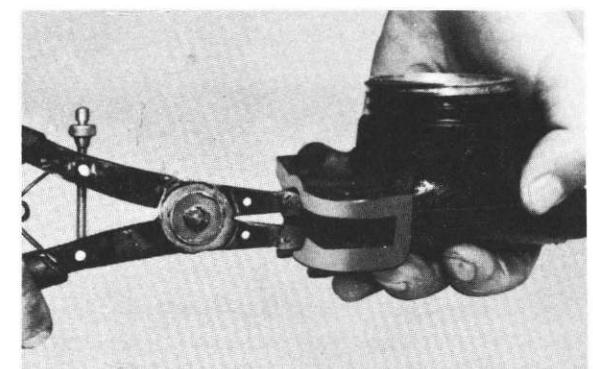

Fig. 5-3-24
- 7) Remove the snap ring with clip pliers. (Fig. 5-3-24)
- 7) Enlever le circlip à l'aide de la pince à circlips. (Fig. 5-3-24)
- 7) Sprengring mit Seegerringzange (Nadelzange) demontieren. (Abb. 5-3-24)